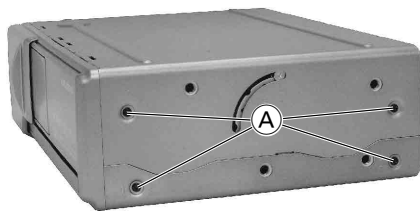

Fig. 1
- 8 Schrauben (A) (Fig. 1 und 2) heraus-schrauben.
- Undo 8 screws (A) (Fig. 1 and 2).